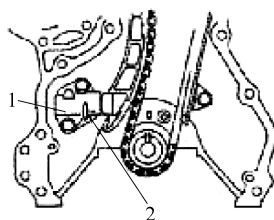

图 6-42 安装正时链张紧器
9) 使用固定器 2 安装正时链条调节器 1。拧紧调节器螺栓, 然后将固定器从正时链条调节器上拆除, 如图 6-42 所示。